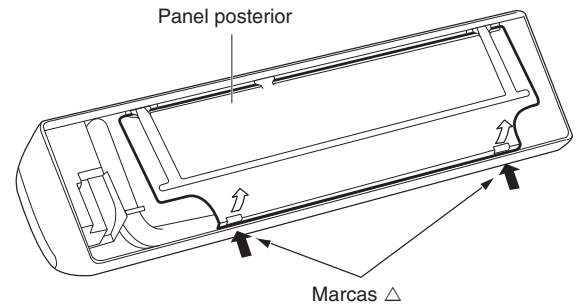

Fig. 3-2
- (2) Presione las 2 Δ marcas de la cubierta del bastidor y desconecte las lengüetas fijas de la estructura. (Fig. 3-2)